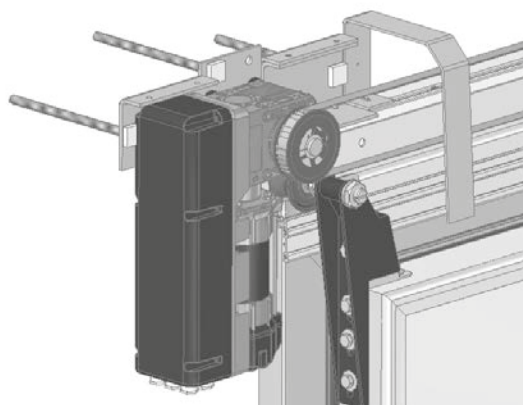

Abb. 9
- Befestigen Sie die Motorhalterung mit Nr. 3 M12 Zugstangen (Abb. 9).